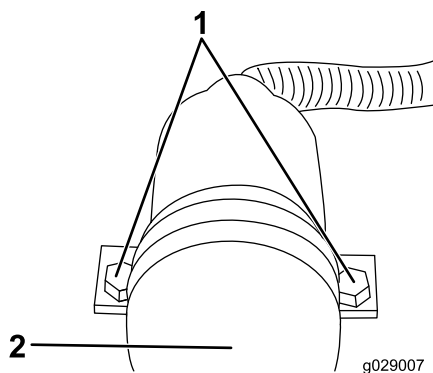

Рисунок 7
6. Отверните два болта и гайки, которые крепят электромагнитный отсечной топливный клапан к его креплению (Рисунок 7).